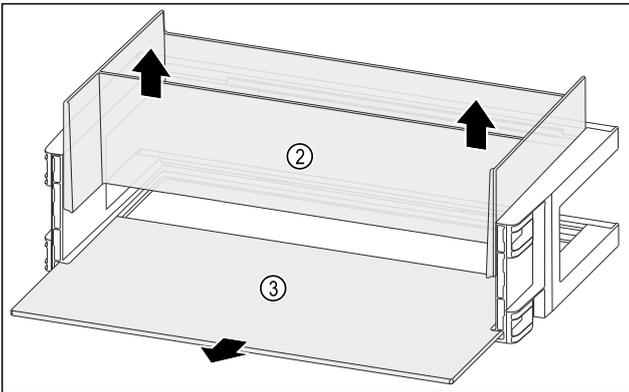

Fig. 116
- ▶ Organizer Fig. 116 (2) nach oben entnehmen.
- ▶ Abstellfläche Fig. 116 (3) entnehmen.